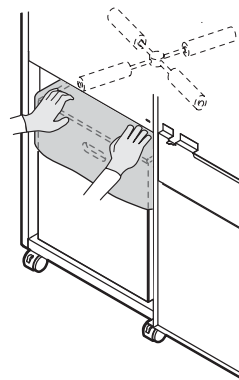

図6 細断屑の押し下げ
2. ダストボックス⑧上部の細断屑を、押し下げてください。 図6 参照
3. ダストボックス⑧を引き出し、細断屑を捨ててください。 P11「細断屑の処理方法」参照
4. 電源スイッチ①の上側を押して電源を入れて、扉④を閉めてください。